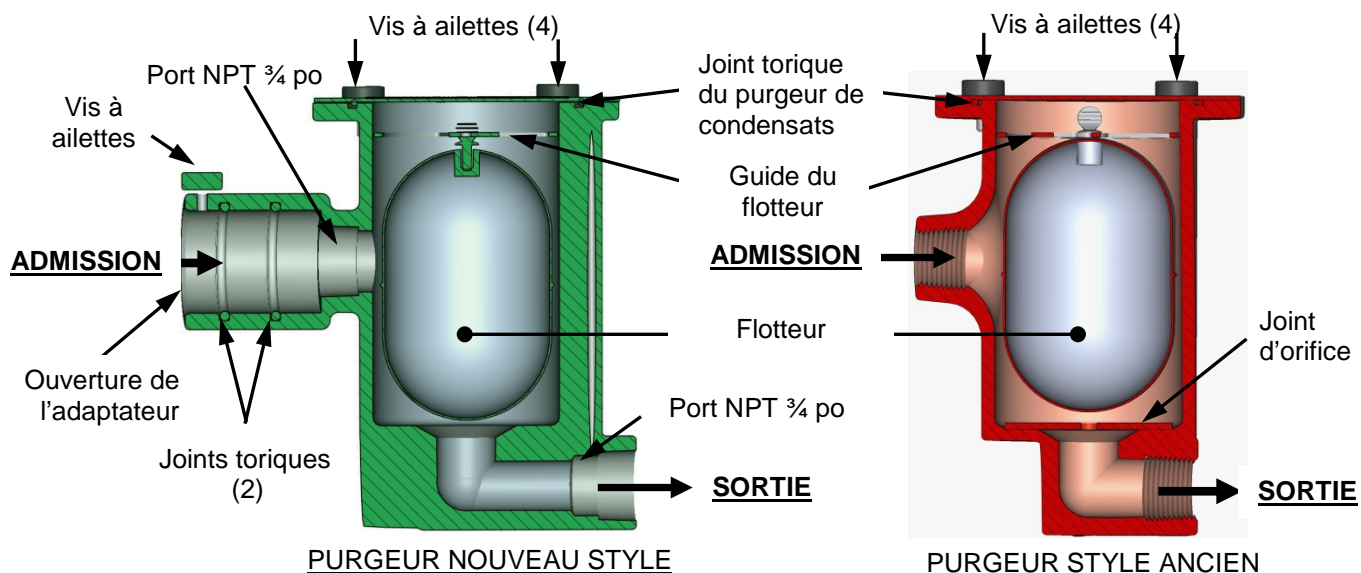

Figure 6-9. Purgeur de condensats externe – coupes transversales
Présentement, deux styles de purgeur de condensats sont utilisés. Les deux styles remplissent les mêmes fonctions et contiennent des flotteurs internes identiques. Cependant, le style plus ancien a un adaptateur d'admission séparé alors que le nouveau style a un adaptateur intégré. Référez à la figure 6-9. Les tâches d'entretien pour les deux styles sont fondamentalement identiques; cependant, le nouveau style ne requiert pas de joint d'orifice.
2. Retirer les raccords du côté de l'admission et de la sortie du purgeur de condensats illustré à la figure 6-9.
3. Desserrer les quatre (4) vis à main sécurisant le couvercle du purgeur de condensats. Retirer le couvercle.
5. Pour les purgeurs de condensats de l'ancien style, retirer le joint d'orifice indiqué à la figure 6-9.